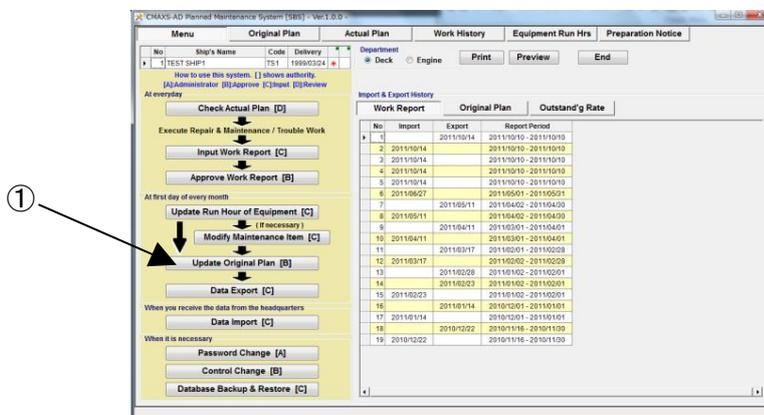

図 11-1 Menu 画面
(1) "Menu"画面 (図 11-1)で、[Update Original Plan]ボタンをクリックしてください。